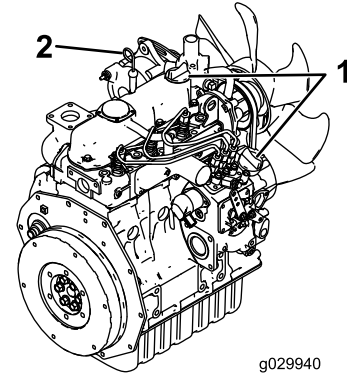

Figura 43
- Pulite l'area attorno all'asta di livello dell'olio e al tappo di rifornimento dell'olio (Figura 43).